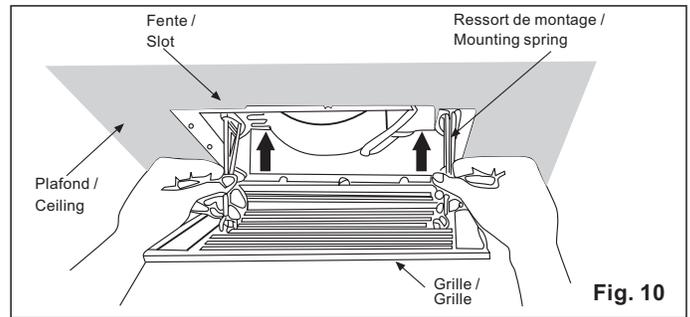

Fig. 10
- Engager les ressorts de fixation dans les encoches ainsi que montré en figure ci-contre et mettre en place la grille sur la carcasse de l'aérateur (voir Fig. 10).
- Insert mounting springs into slots as shown and mount grille to fan body. (Fig.10)
7. Monter la grille sur la carcasse de l'aérateur (voir Fig. 10).
7. Mount grille to fan body. (Fig.10)
11. Monter la grille sur la carcasse de l'aérateur (voir Fig.10, page 7).
11. Mount grille to the fan body. (Fig.10, page 7)